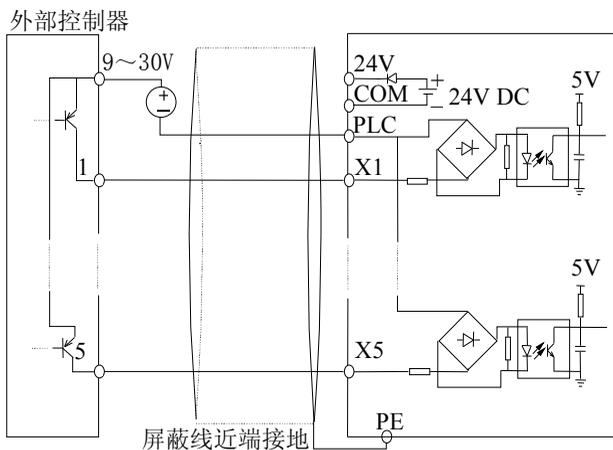

图 2-17 使用外部电源的漏极连接方式
4) 使用外部电源的漏极连接方式（注意去除PLC与24V端子间的连接线），如图2-17所示。